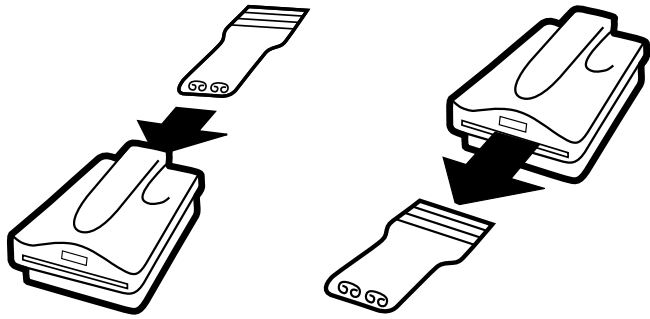

Fig. 5
3. Sätt in verktyget från enhetens baksida och dra verktyget hela vägen framifrån (se fig. 5).